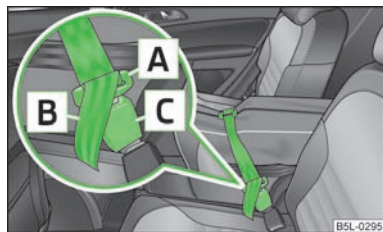

Fig. 84
- Meter las lengüetas **A** » fig. 84 en los cierres del cinturón de seguridad central trasero **C**, primero a un lado y luego al otro lado.